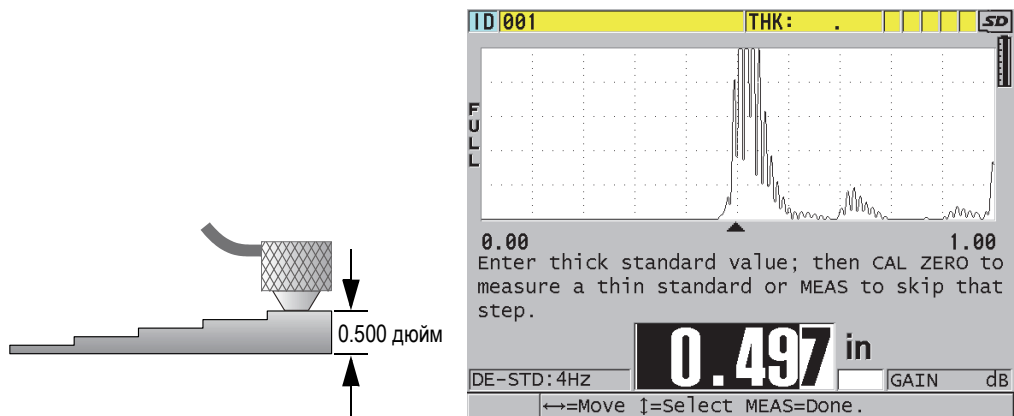

Рис. 5-4 Калибровка скорости звука на толстой части 5-ступенчатого тестового образца
1. Калибровка скорости звука в материале (см. Рис. 5-4 на стр. 64):